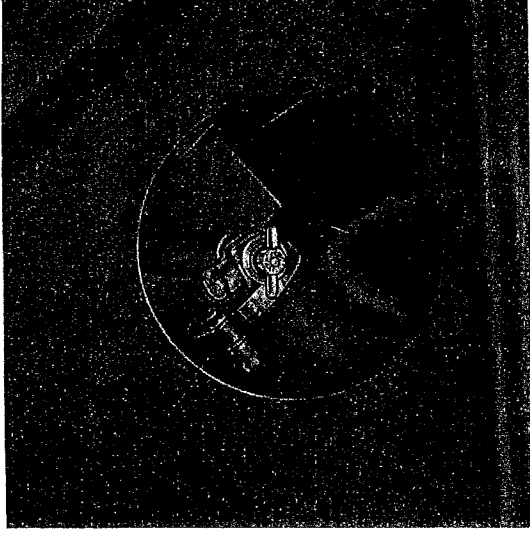

Abb. 20 Wasserablaßhahn
2.16 Kühlung (Abb. 20, 21 und 22)
Alle 12000 km ist die gesamte Kühlanlage gründlich zu reinigen. Der Ablaufhahn ist durch die vorderste Aussparung des Bodenbleches zugänglich (Abb. 20). Rost und Schlamm werden durch P 3 oder IMI (250 g. auf 10 l Wasser), Kesselstein mit 5%iger Sodalaugung entfernt.